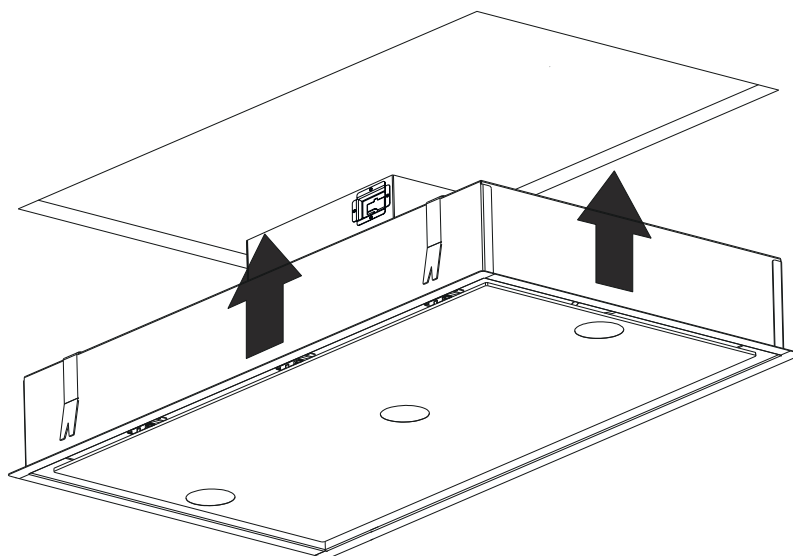

Fig. 9
3. ➡ Produktet skal nu skubbes op i hullet (Fig. 9).